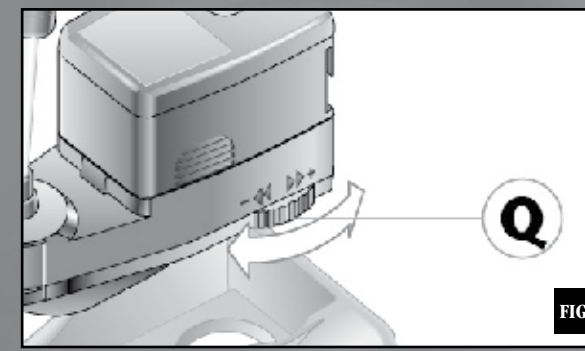

FIG. 6
Sacar la bomba y girar el grifo (Q) hacia + o - según las necesidades (fig. 6). La disminución de la capacidad de la bomba modifica la velocidad de rotación del difusor y la cantidad del aire introducida en el acuario.
Remove the pump from the filter body and turn the flow control knob (Q) toward + or - as required (fig. 6). Decreasing the flow of the pump will decrease the rotation speed of the diffuser and the quantity of air.
Enlever la pompe du filtre et tourner le robinet (Q) vers + ou - (fig. 6). La diminution du débit de la pompe réduit la rotation du diffuseur et la quantité d'air introduite dans l'aquarium.